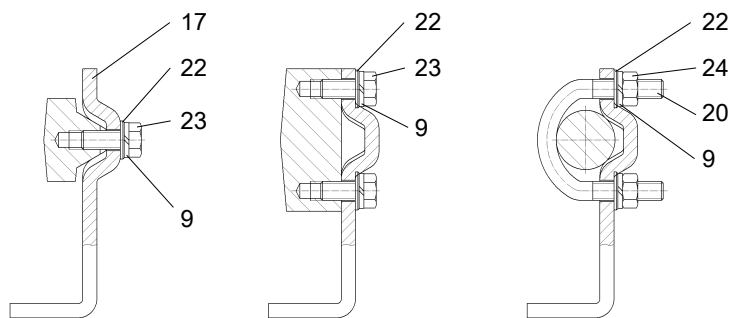

Abb. 17: Befestigung an verschiedenen Laternenarten
6. Abb. 17: Stellungsregler mit Befestigungswinkel so an Antrieb halten, dass der Stift (1) innerhalb des Abgriffbügels (18) geführt wird.
7. Abgriffbügel (18) festschrauben.
- Antrieb mit Rippe: Sechskantschraube (23), Scheibe (22) und Federring (9).
- Antrieb mit ebener Fläche: Vier Sechskantschrauben (23) mit Scheibe (22) und Federring (9).
- Antrieb mit Säulen: Zwei U-Bolzen (20), vier Sechskantmuttern (24) mit Scheibe (22) und Federring (9).